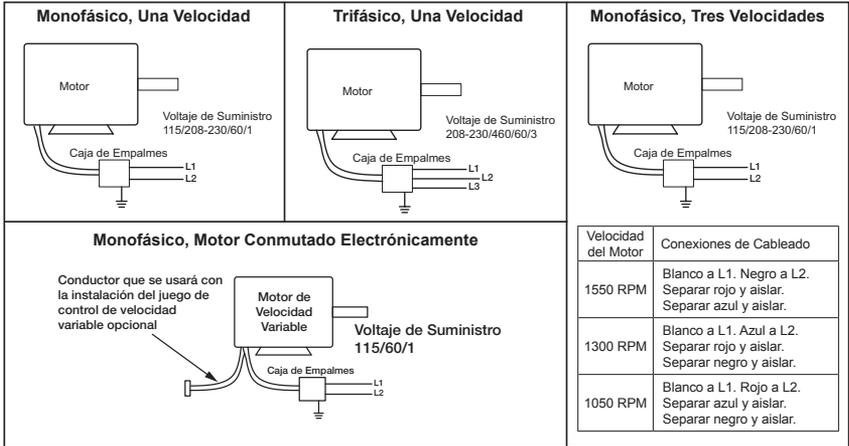

Figura 3
9. Conecte el cableado de suministro de energía al motor como se indica en la placa de identificación del motor; consulte la Figura 3 para ver el diagrama del cableado de conexión.